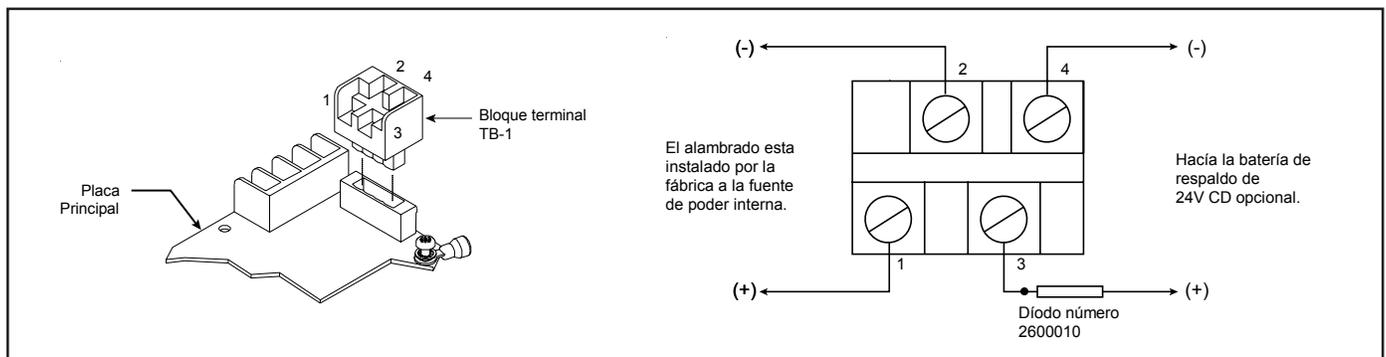

Figura 4. Alambrado al bloque terminal TB1
d. Opcional: Se puede conectar una batería de 24V CD (no esta incluida) en las series que tienen un diodo separado, unidad numero 2600010 (incluida). La batería se conecta a los terminales TB1, numeros 3 y 4 en la placa principal como se ve en la Figura 4, y como esta indicado en el diodo.
NOTA: El "Terminal Block" o TB1 se puede desconectar de la placa principal para completar el cableado como se ve en la Figura 4.